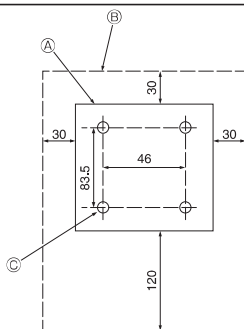

Fig. 6-2
(1) เลือกตำแหน่งที่จะติดตั้งรีโมทคอนโทรล (Fig. 6-2)